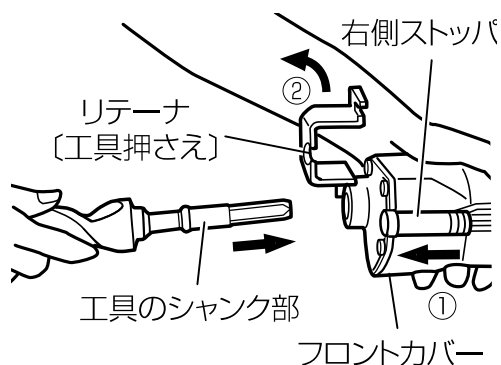

図 3 - 2
- (1) 右側ストッパを矢印①の向きに押し、リテーナ [工具押さえ] を矢印②の向きに回転させます。次に、工具のシャンク部をフロントカバー六角穴へいっぱいにはさ込みます。(図 3 - 2)
- (2) 右側ストッパを矢印①の向きに押し、リテーナを元に戻して工具が抜けないようにしてからストッパをはなします。